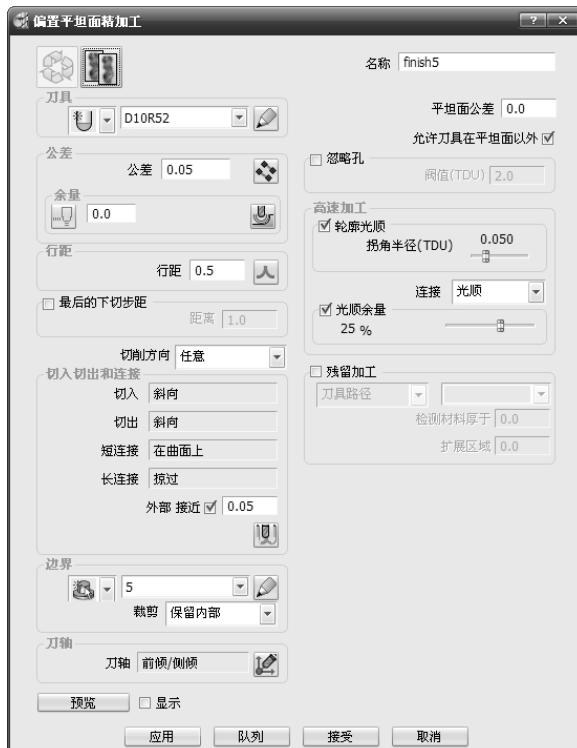

图 5-103 “偏置平坦面精加工”对话框
2) 在“偏置平坦面精加工”对话框中设置相关参数，如图 5-103 所示。